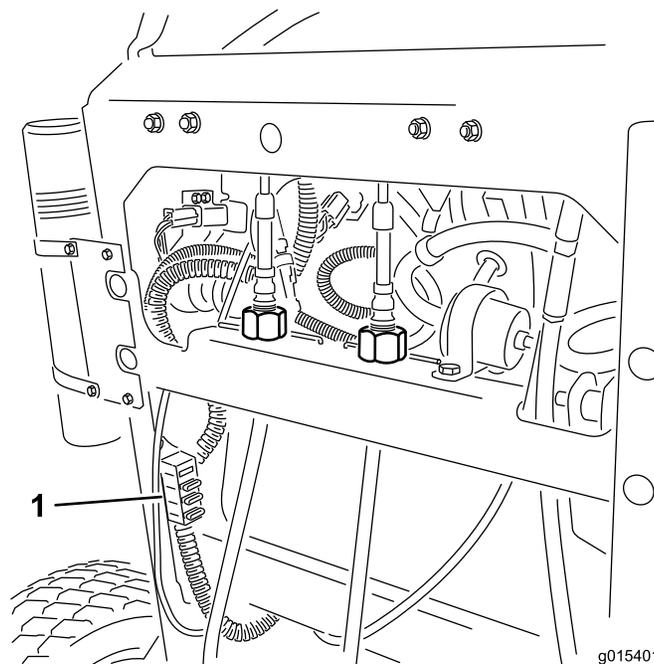

Figura 53
2. Tire hacia fuera del fusible para retirarlo o cambiarlo (Figura 53).
Nota: Asegúrese de que instale un fusible del tamaño correcto con el cable del color correcto, según se muestra en Figura 53.